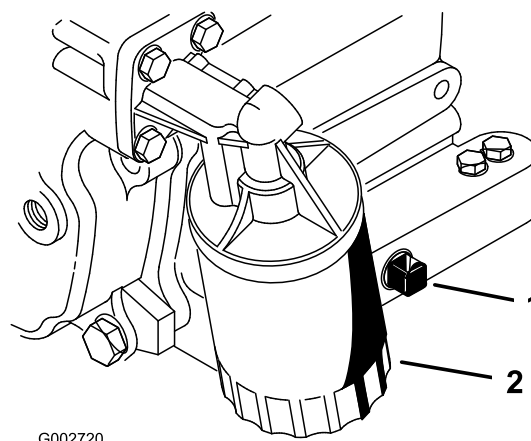

Рисунок 26
2. Снимите маслосливную пробку (Рисунок 26) и дайте маслу стечь в сливной поддон. Когда масло перестанет течь, установите маслосливную пробку на место.
3. Снимите масляный фильтр (Рисунок 26).